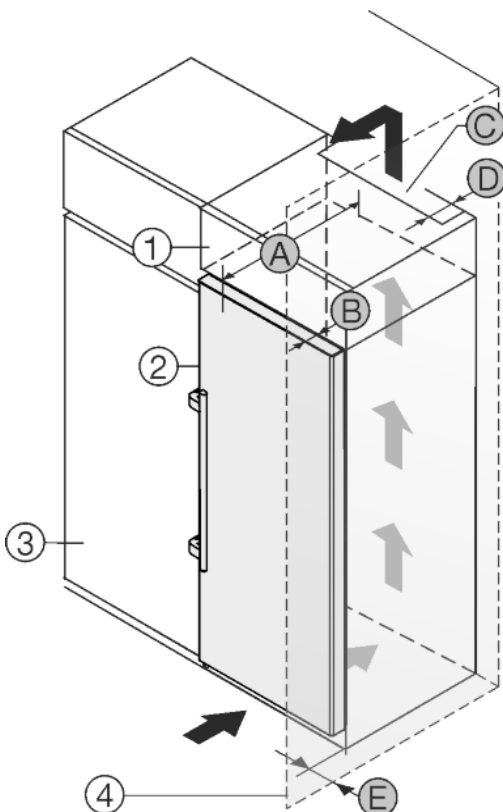

Fig. 25
Aparatul poate fi refăcut cu dulapuri de bucătărie. Pentru a aduce aparatul *Fig. 25 (2)* la același nivel cu mobilierul de bucătărie, se poate monta deasupra aparatului un dulap suspendat *Fig. 25 (1)*.
Aparatul poate fi amplasat direct lângă dulapul de bucătărie *Fig. 25 (3)*. Pentru a putea deschide complet ușa, aparatul trebuie să fie proeminent cu cel puțin grosimea *Fig. 25 (B)* față de suprafața frontală a dulapului de bucătărie. În funcție de grosimea dulapurilor de bucătărie și de utilizarea distanțierelor de perete, aparatul poate ieși mai mult în afară.
- În partea din spate a dulapului suspendat trebuie să existe o fantă de aerisire cu grosimea *Fig. 25 (D)* pe toată lățimea dulapului suspendat.
- Sub plafonul incintei trebuie să fie păstrată o secțiune de ventilare *Fig. 25 (C)*.
Atunci când aparatul este montat cu balamalele lângă un perete *Fig. 25 (4)*, trebuie să fie păstrată distanța *Fig. 25 (E)* între aparat și perete. Această valoare corespunde proeminenței mânerului cu ușa deschisă.